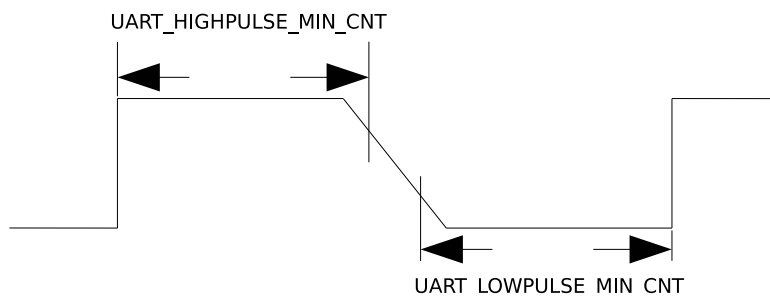

图 23-4. UART 信号下降沿较差时序图
2. 对于 UART 信号的下降沿信号比较差的情况，如图23-4所示，这时通过取 `UART_LOWPULSE_MIN_CNT` 与 `UART_HIGHPULSE_MIN_CNT` 的和平均得到的值不准确，可以通过 `UART_POSEDGE_MIN_CNT` 获取发送方波特率。计算公式如下：